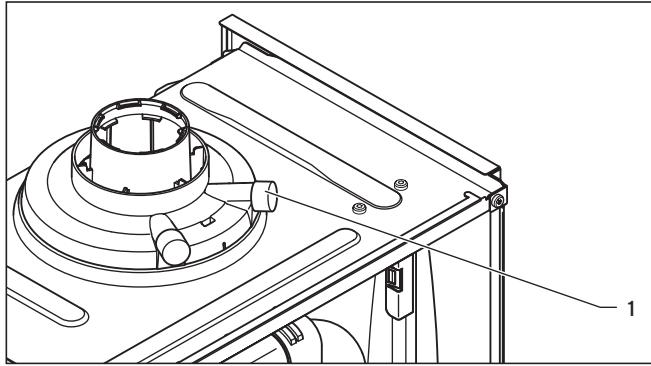

Bild 2.3 Mäta CO2-innehåll vid avgasmätstusen
- Mät CO2-innehåll vid avgasmätstusen **(1, bild 2.3)**.